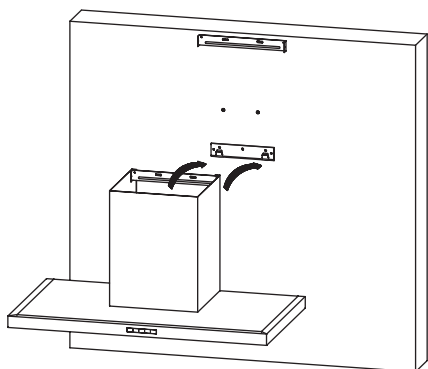

Рис. 6
- Установите вытяжку на кронштейн. См. Рис. 6.